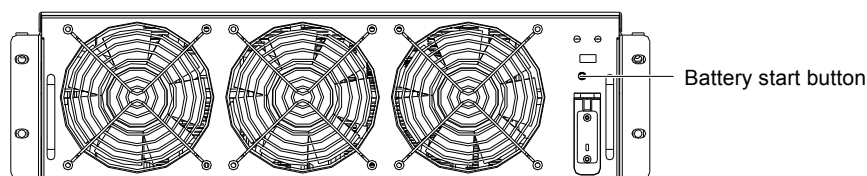

Рис. 6-1. Расположение кнопки запуска батареи
2. Нажмите кнопку запуска батареи (см. Рис. 6-1) на передней панели любого силового модуля.